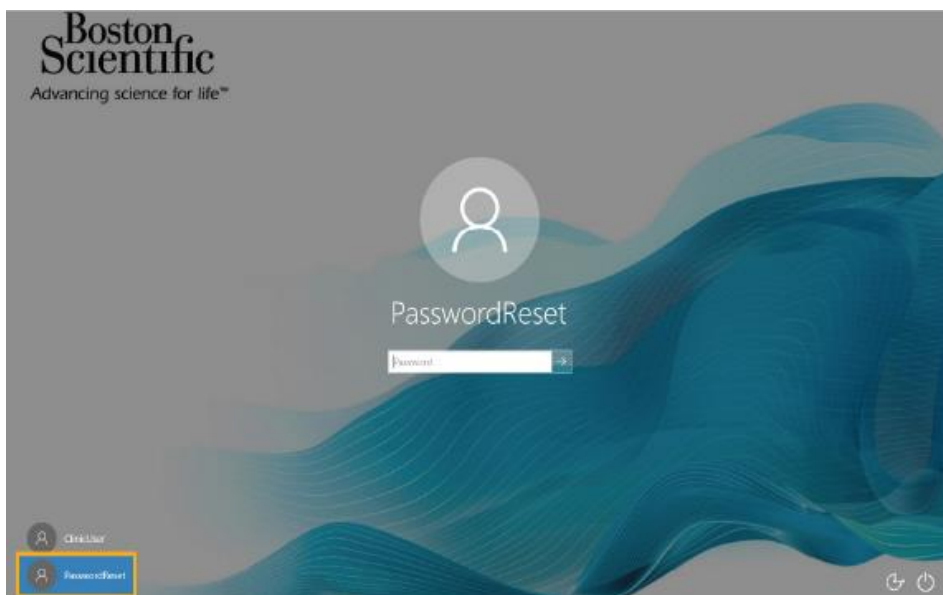

Рисунок 30. Экран входа в систему с использованием учетной записи для сброса пароля
1. На экране входа в систему КП выберите учетную запись пользователя для сброса пароля (рисунок 30).